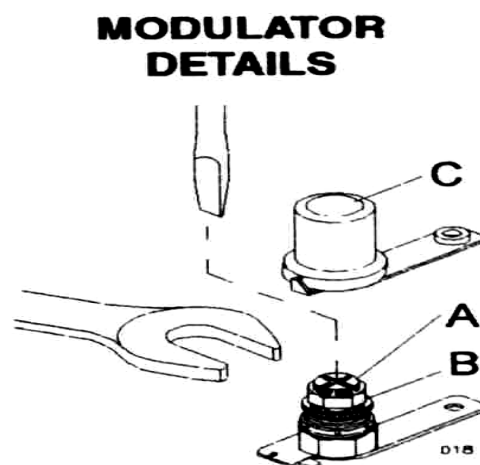

Рис.19
- Откройте кран горячей воды на максимальный напор, подождите 10 сек, чтобы убедиться, что давление газа на горелке соответствует значению 11.6 мбар (118 мм водяного столба) для метана, 27.5 мбар (280 мм водяного столба) для G 30 и 35.5 (360 мм водяного столба) для G 31. При необходимости корректировки, действуйте следующим образом (См. рис. 19):